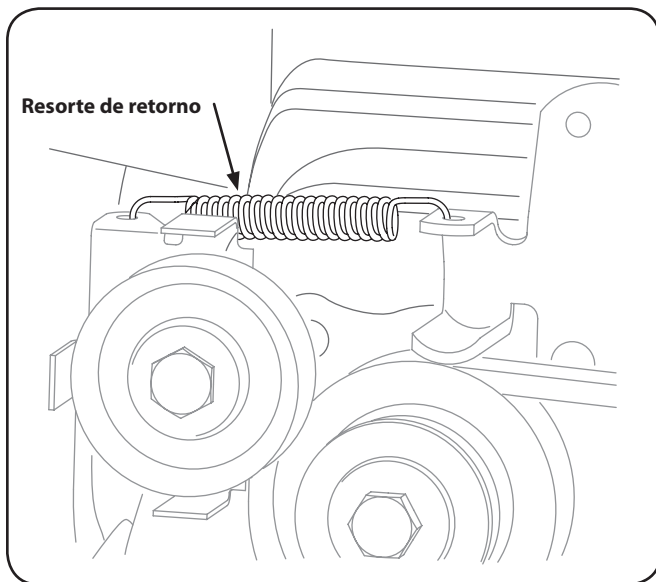

Figura 5-3
6. Retire el resorte de retorno. Consulte la Figura 5-3.